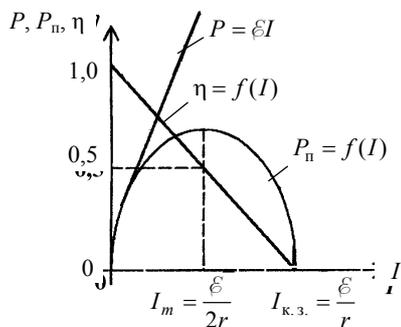

Рис. 1
Качественный характер зависимостей P , P_n и η от силы тока I показан на рис. 1. Цифры на оси ординат даны для КПД (2).